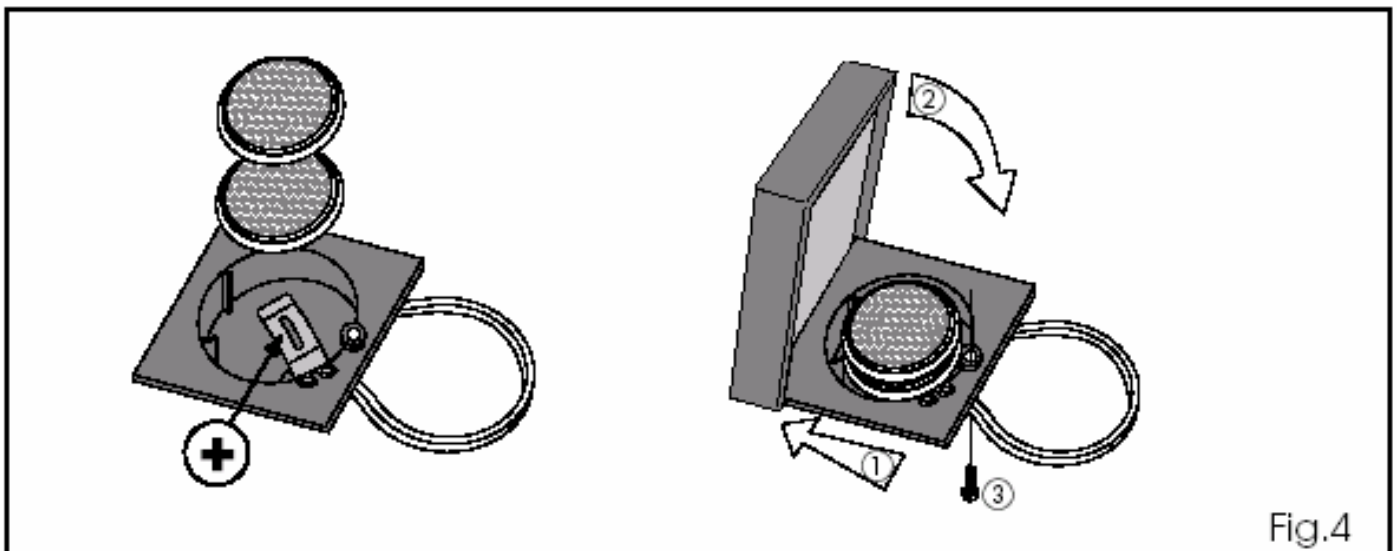

Fig.4
•Vervang de twee lithiumbatterijen van 3V mod. CR2032 en plaats hen in de ruimte volgens de polariteiten die worden aangegeven op fig. 4;
•Steek de onderkant in de houder (ref. 1 fig. 4) alvorens de zender te sluiten (ref. 2 fig. 4), en zet hem vervolgens vast met de schroef (ref. 3 fig. 4).